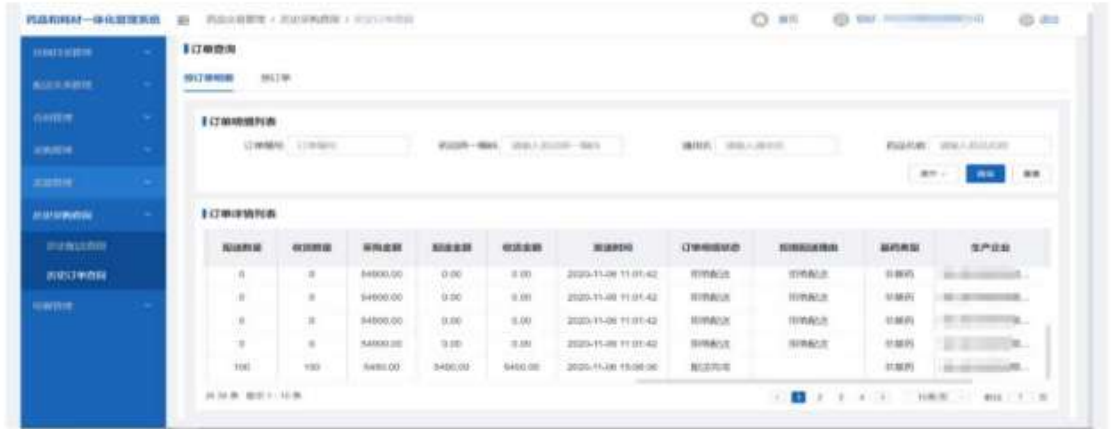

图 1
- 1. 点击【历史订单查询】链接，进入按订单详情列表（如图 1 所示）。